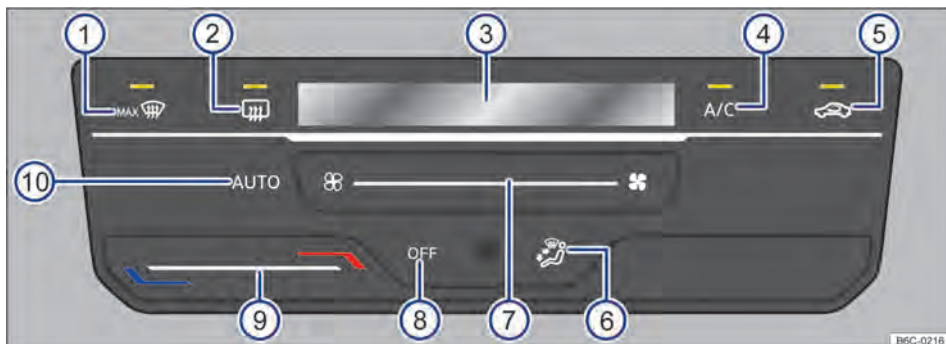

Fig. 83 Comandos do Climatronic (variante 1).
- Tocar na superfície de função **OFF** → Fig. 83
Ao tocar na superfície de função **AUTO** → Fig. 83  é possível ligar o modo automático do Climatronic.
manualmente → Fig. 83 ou → Fig. 84  ou com a alteração da distribuição de ar através da superfície de função → Fig. 83 ou → Fig. 84 .
- Tocar na superfície de função **A/C** → Fig. 83 ou → Fig. 84  para ligar e desligar o funcionamento da refrigeração.
- Deslizar o dedo sob a superfície de função → Fig. 83 ou → Fig. 84 .
No display do Climatronic → Fig. 83 ou → Fig. 84  é indicada a temperatura ajustada. ►
- Deslizar o dedo sob a superfície de função → Fig. 83 → Fig. 84 ⑦.
- Tocar na superfície de função  → Fig. 83 ou → Fig. 84 ⑤.
- Tocar na superfície de função → Fig. 83 ou → Fig. 84 ⑥ para posição desejada, a distribuição selecionada será indicada no display ③.
- Tocar na superfície de função  → Fig. 83 ou → Fig. 84 ①.
- Tocar na superfície de função  → Fig. 83 ou → Fig. 84 ②.